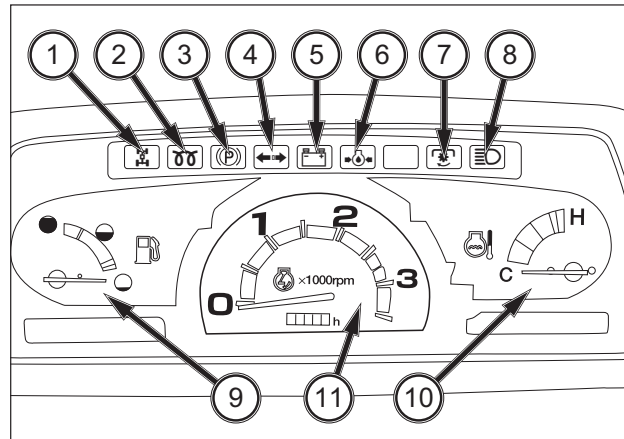

ABB. 38
**ABB. 38:** Das Kontrollleuchtenfeld enthält verschiedene Warnleuchten zur Überwachung bestimmter Funktionen. Gegenwärtig verwendete Positionen (von links nach rechts):
- (1) Allrad - Leuchtet, wenn der Allradantrieb aktiviert ist. Leuchtet nicht, wenn der Zweiradantrieb aktiviert ist.
- (2) Vorglühen - Leuchtet, wenn der Zündschalter in Vorglühstellung steht.
- (3) Parken - Leuchtet, wenn die Feststellbremse angezogen ist. Leuchtet nicht, solange die Feststellbremse nicht angezogen ist.
- (4) Warnblinklicht und Anhänger - Leuchtet, wenn das Warnblinklicht eingeschaltet ist oder wenn der Blinker bei angeschlossenem Anhänger betätigt wird.
- (5) Batterieladung - Leuchtet auf, wenn der Zündschalter in die Stellung EIN gedreht wird, und erlischt nach dem Anlassen des Motors, wenn die Batterie geladen wird.
- (6) Motoröldruck - Leuchtet bei zu niedrigem Motoröldruck. Sollte diese Anzeige bei laufendem Motor aufleuchten, sofort den Motor abschalten und die Ursache ermitteln.
- (7) Zapfwellenbetrieb - Leuchtet bei eingeschalteter Zapfwelle (nur bei Modellen mit hydrostatischem Getriebe)
- (8) Hauptlicht (Fernlicht) - Leuchtet auf, wenn die Scheinwerfer im Frontgitter auf Fernlicht geschaltet wurden.
- (9) Kraftstoffanzeige - Diese Anzeige meldet den Füllstand im Kraftstofftank, sobald sich der Zündschalter in der Stellung EIN befindet.